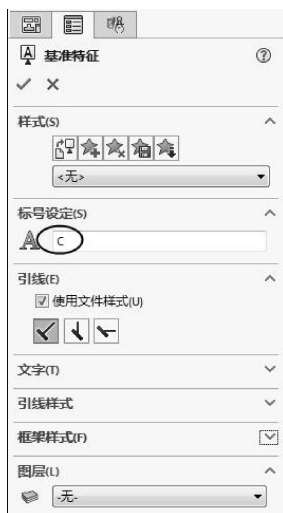

图 10-64 【基准特征】属性面板
- 15 标注基准特征。单击【注解】选项卡中【基准特征】按钮，在【基准特征】属性面板中设定选项，如图 10-64 所示。